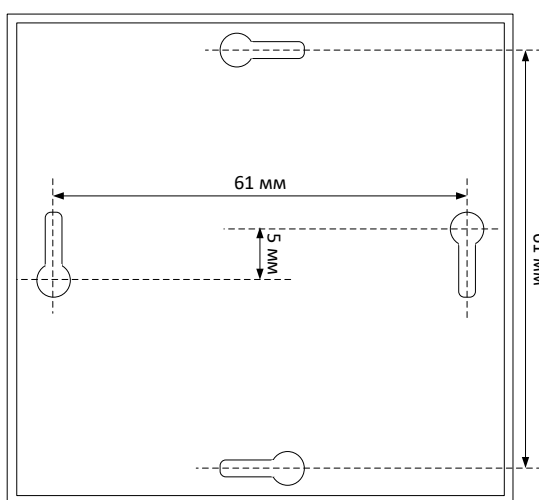

Рисунок 3. Разметка монтажных отверстий
- 2) подготовить отверстия для крепления датчика (см. рисунок 3)